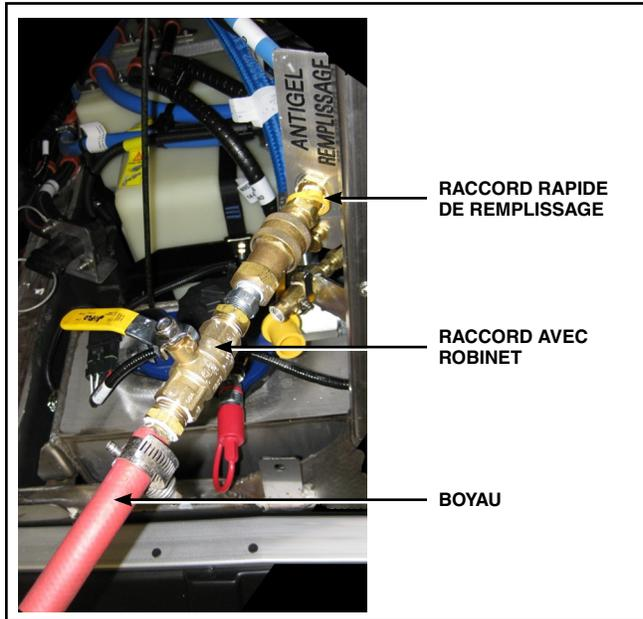

Figure 11 - Remplissage du système de refroidissement
4. Connecter un boyau muni d'un raccord et d'un robinet au raccord rapide de remplissage du système de refroidissement, situé dans le compartiment moteur. Voir Figure 11. S'assurer que le robinet du boyau est fermé avant de brancher le boyau. Ouvrir le robinet du boyau et laisser le liquide de refroidissement s'écouler dans un contenant approprié.
1. Connecter un boyau muni d'un raccord et d'un robinet au raccord rapide de remplissage du système de refroidissement, situé dans le compartiment moteur. Voir Figure 11. S'assurer que le robinet est fermé avant de brancher le boyau. Utiliser une pompe de remplissage électrique ou pneumatique.